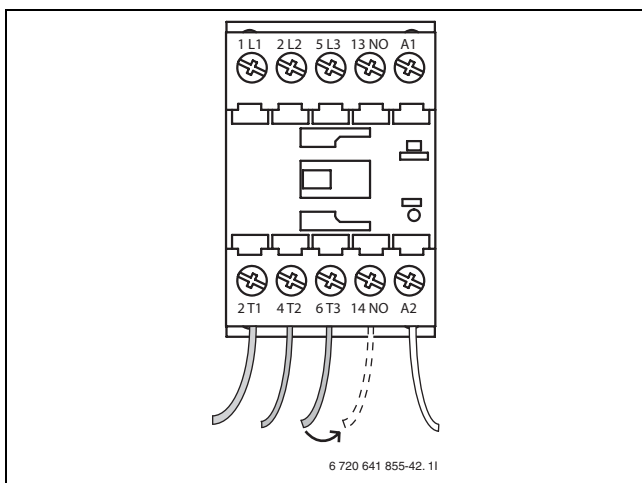

Bild 32 Kontaktor K2
- ▶ Demontera T3-anslutningen (grå kabel) på undersidan av kontaktorn (→Bild 32).
- ▶ Montera kabeln på kontaktorns NO-anslutning (→Bild 32).